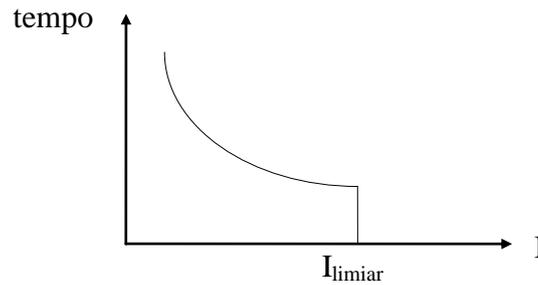

Figura 5 - Limiar de atuação da proteção manética
4.1 - Determine aproximadamente o limiar de atuação da proteção magnética do disjuntor de 15A. Para tanto, inicie o experimento com uma corrente elevada (maior que 50 A) e observe que a abertura do disjuntor é imediata (atuação do elemento magnético - proteção contra curto-circuito). Para isso, ajuste a posição do variac experimentalmente. A partir desse ponto deve-se diminuir o valor da corrente até a obtenção de uma corrente mínima (I_{limiar}) onde a abertura do disjuntor continua imediata, conforme ilustrado na Figura 5.